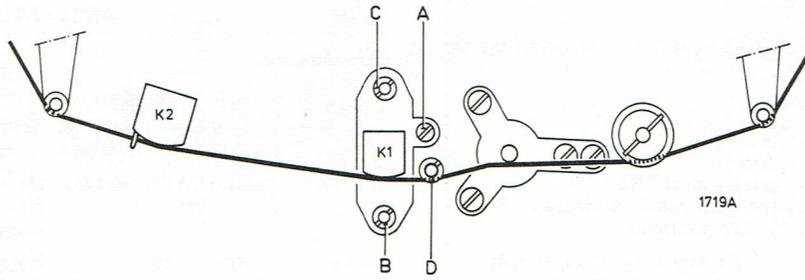

Fig. 13
1. Réglage de la tête d'enregistrement/reproduction (voir fig. 13)
- Placer le gabarit de réglage dans l'appareil de la façon décrite, fig. 13.